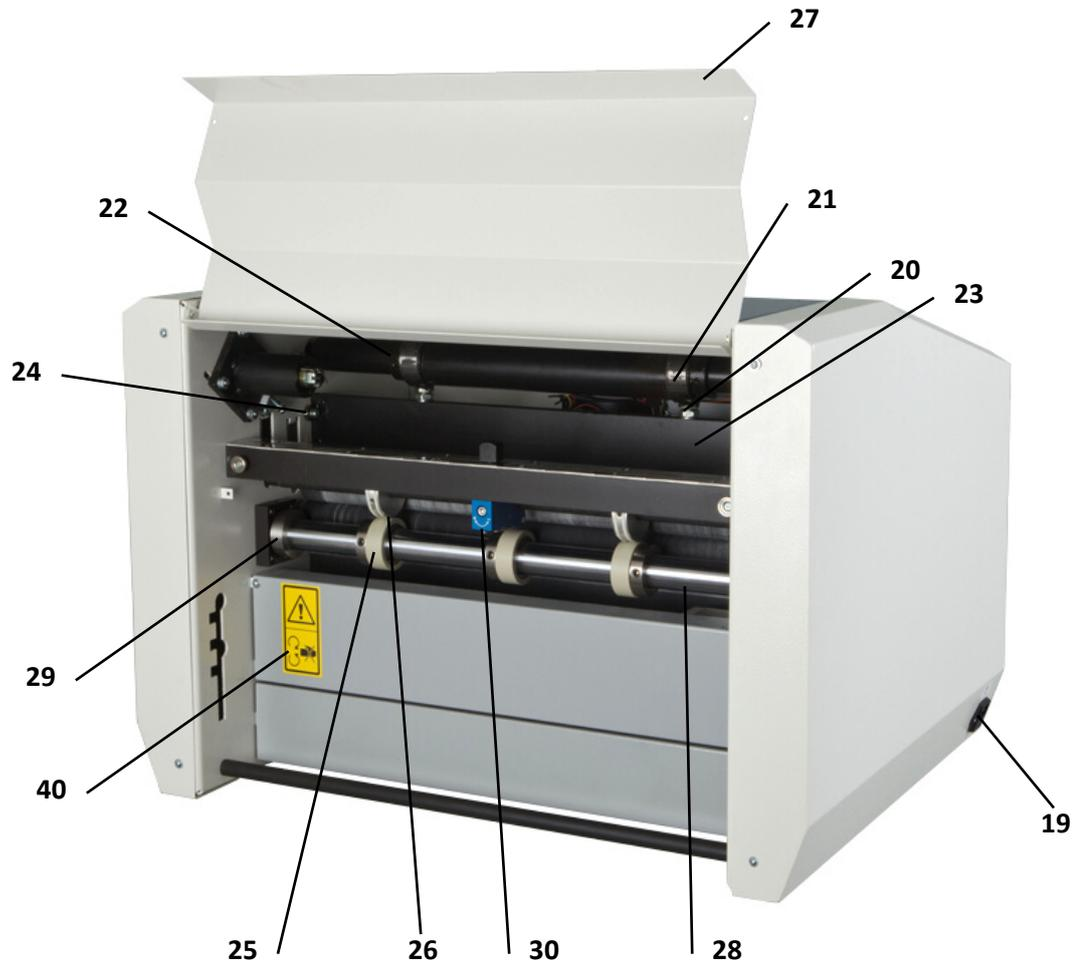

Fig. 2: Vista trasera de la máquina
| 9 – bloqueador de la guía lateral | 19 – toma de corriente (Fig. 2) |
| 10 – tornillo de giro de las guías laterales | 20 – tornillo de ajuste de la presión de la herramienta (Fig. 2) |
| | 21 – rodamiento de agujas (Fig. 2) |
Alternativamente puede eliminar el árbol entero (28) y agregar o eliminar los rodillos según sea necesario. El árbol se elimina aflojando con la llave Allen el tornillo del casquillo de fijación (29 – Fig. 2) y moviendo el casquillo hacia un lado. A continuación trasladamos el árbol entero hacia la izquierda (hacia el panel lateral de la máquina) y retiramos el árbol de la máquina. Durante esta operación las ruedas de perforación (corte) deben estar desacopladas!!!